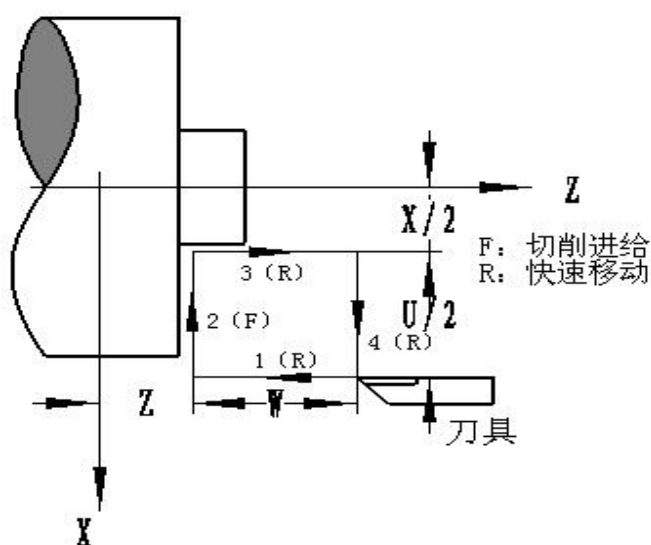
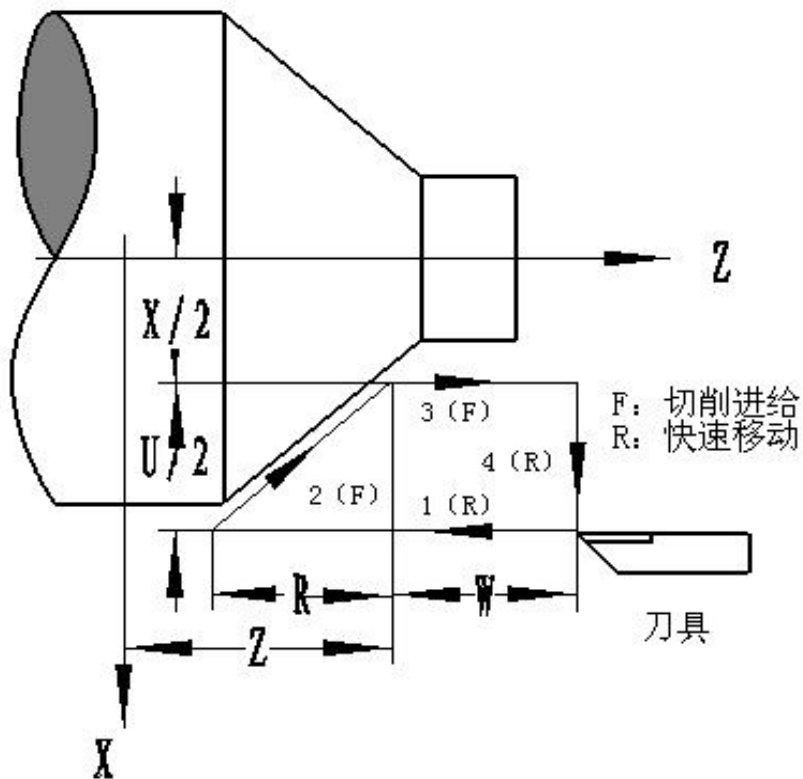

图 2-18
图 2-19
指令功能: G94 指令可实现端面以及锥度端面的单一循环加工，循环完毕后刀具返回起刀点位置（轨迹 1 的起点），如图 2-18 和图 2-19。图中 (F) 线段表示切削进给，(R) 线段表示快速移动。